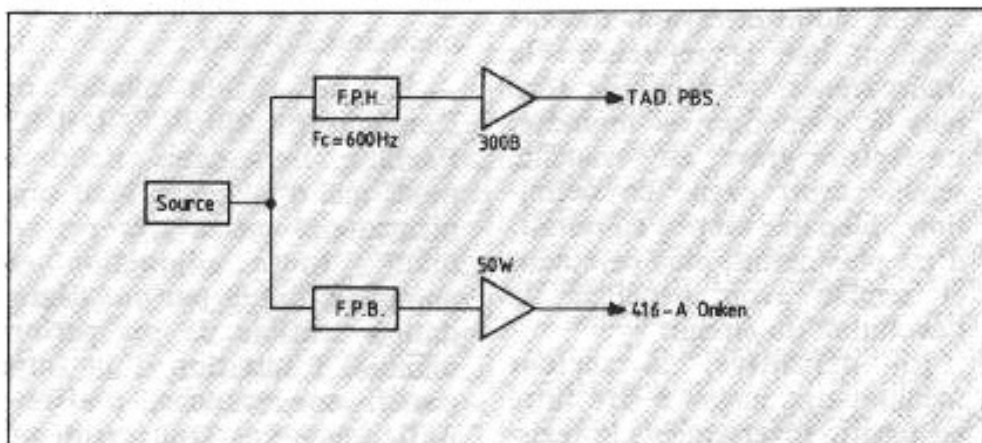

Fig. 4 : Bi-amplification en filtrage actif.
Ce système sera comparé à celui en filtrage actif de la figure 4.
• **L'écoute en bi-amplification et filtrage actif** illustré par la figure 4 apporte un surcroît d'informations dans le secteur grave, un suivi des basses plus détaillé, plus précis, moins ample mais sûrement plus réaliste, plus